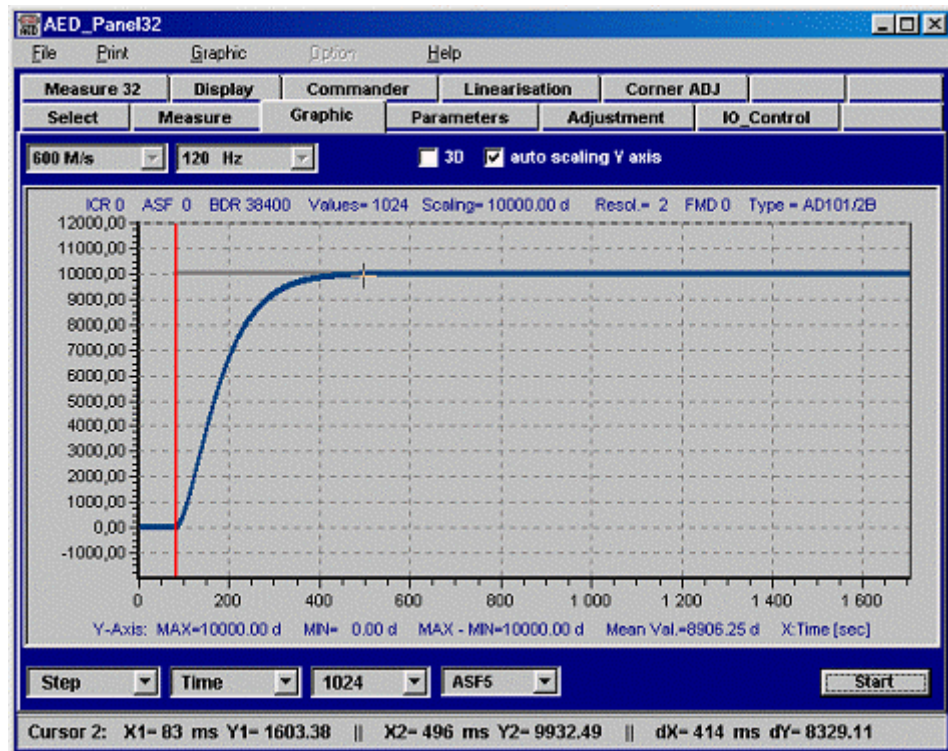

Abb. 8: Eingangssprungfunktion und Sprungantwort des ‚post‘-Filters (ASF5, FMD0)
- Mit dem Cursor kann nun die Einschwingzeit ausgemessen werden (Abbildung 8)